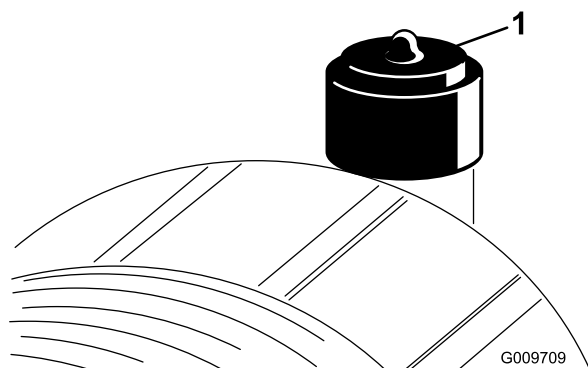

図 54
エアクリーナの整備はインジケータ（図 54）が赤色になってから行ってください。早めに整備を行っても意味がありません。むしろフィルタを外したときにエンジン内部に異物を入れてしまう危険が大きくなります。
6. インジケータ（図 54）が赤になっている場合はリセットする。